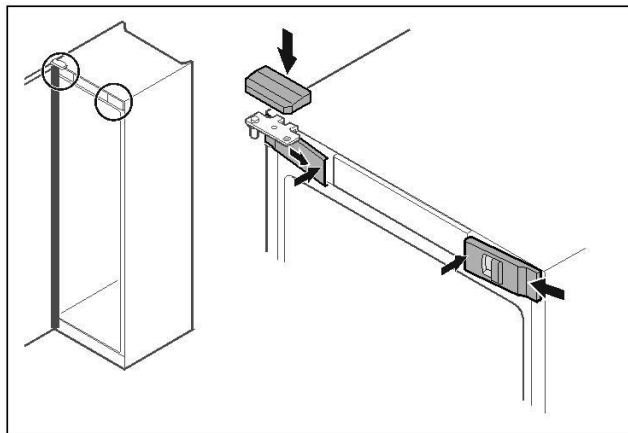

Fig. 49
- ▮ Voorste afdekkingen Fig. 49 (1) zijdelings aanbrengen en van binnen vastklikken.
- ▮ Bovenste afdekking Fig. 49 (2) van boven vastklikken.